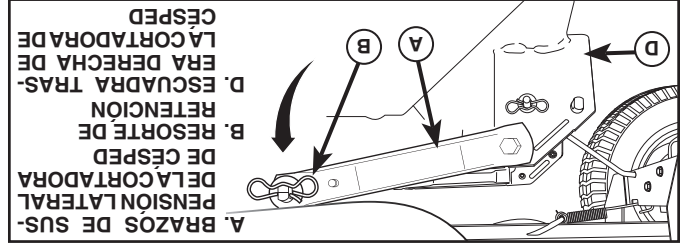

Fig. 12
**9. INSTALE LOS BRAZOS DE SUSPENSIÓN LATERAL DE LA CORTADORA DE CÉSPED (A) EN EL CHASIS (Vea Fig. 12)**
- Ubique el agujero delantero del brazo de suspensión lateral (A) sobre la chaveta en la parte exterior del chasis del tractor y asegure con una arandela grande y un resorte de retención grande (B).